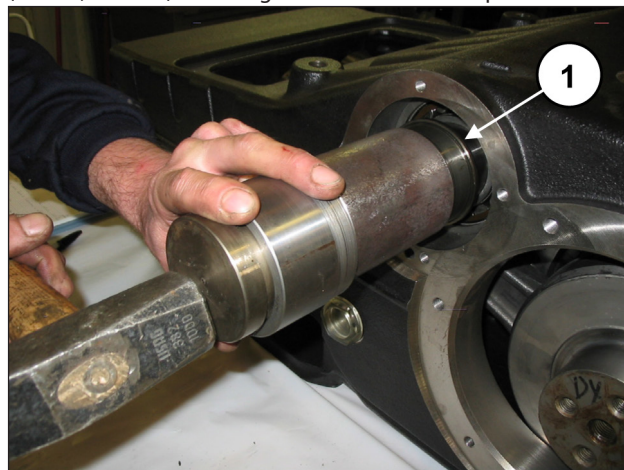
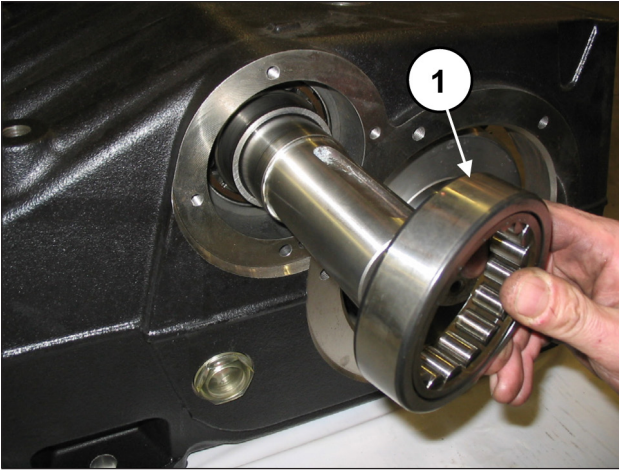

Abb. 61
Abb. 62
Setzen Sie den Innenring (Pos. ①, Abb. 61) und den Außenring (Pos. ①, Abb. 62) eines Lagers nur auf einer Pumpenseite ein.
Setzen Sie den Innenring (Pos. ①, Abb. 61) und den Außenring (Pos. ①, Abb. 62) des letzten Lagers ein.